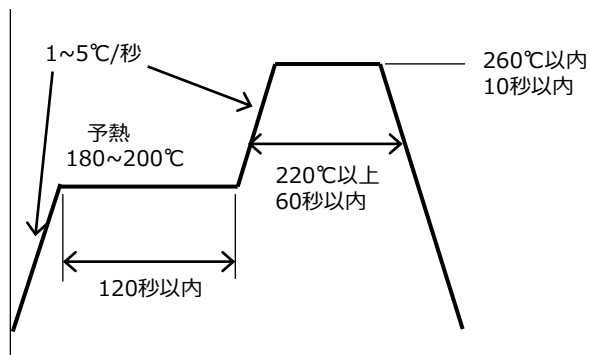

図8. リフロー推奨条件
- ①リフローによるはんだ付けは、2回まで可能です。
- ②リフロープロファイルは図8の条件を参考に、ご使用になるはんだペーストの推奨条件に合わせてください。
- ③ピーク温度からの冷却温度勾配は、急冷却を避けてください。
- ④大気リフローの場合、リフロー時の熱や雰囲気の影響により、光学的劣化を起すことがあります。リフローに際しては、窒素リフローを推奨します。